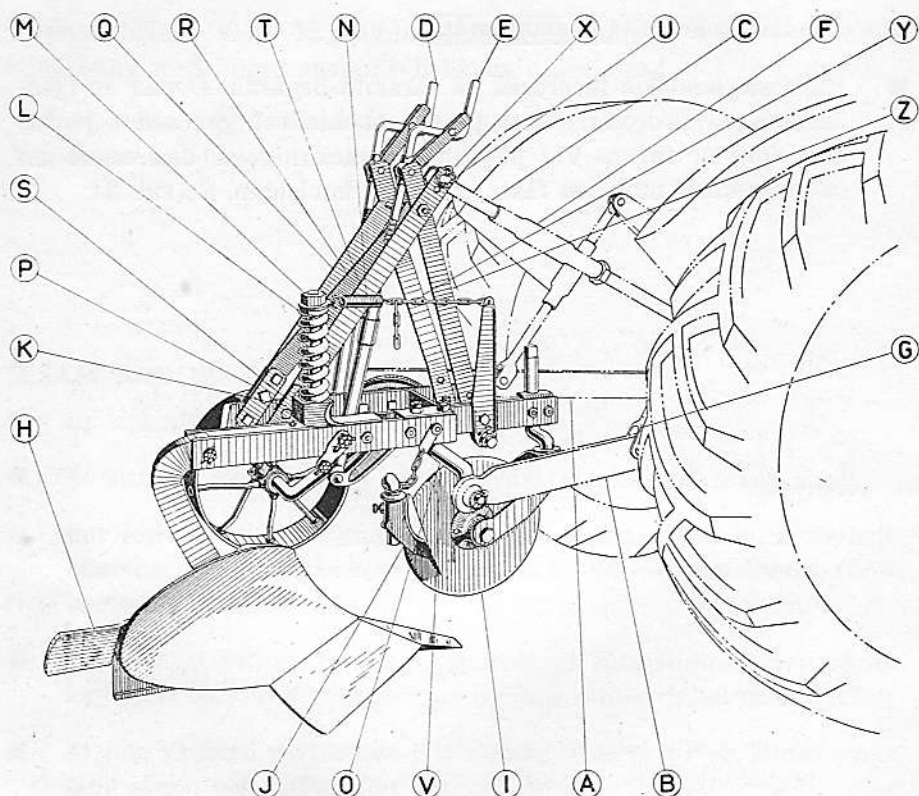

Fig. 1
Inställning (Bokstäverna i marginalen hänvisa till fig. 1).
P O fig. 1. SKARVJÄRNEN BSL-98½, P fig. 1, äro placerade på
S T SKARVJÄRNET BSB-100½, S fig. 1, på BAKRE STÖTTAN T.
Traktorns tryckstång, C fig. 1, anslutes till toppen med en bult
- V BRM-410 med 28 mm axeltappar, V fig. 1. Skarvjärnen BSL-98½, P fig. 1, äro placerade på toppens bakre stötta Q och mellanstötta R samt skarvjärnet BSB-100½, S fig. 1, på bakre stöttan T. Traktorns tryckstång, C fig. 1, anslutes till toppen
Sesam Junior B 2 passar bl. a. till traktorn Volvo T-31. Den är monterad med bäraxeln BRM-410 A med 28 mm axeltappar, V fig. 1. Skarvjärnen BSL-98½ äro här placerade på toppens
- Y Z FRÄMRE STÖTTOR, Y och Z fig. 1. Traktorns tryckstång, C fig. 1, anslutes till toppen med en bult genom nedre hålen U.
Sesam Junior C 1 passar bl. a. till traktorerna Volvo T-22, Munk-tell BM-10, samt Renault R 3042. Den är monterad med bäraxeln BRL-410 med 22 mm axeltappar, O fig. 1. Skarvjärnen BSL-98½ äro här placerade på toppens främre stöttor, Y och Z fig. 1. Traktorns tryckstång, C fig. 1, anslutes till toppen med en bult genom nedre hålen U.
Sesam Junior A 1 ändras till B 1 genom anskaffande av ny bäraxel BRM-410 med 28 mm axeltappar samt brickan 59 fig. 10, vilken placeras på insidan av bakre stöttan, T fig. 1.
A 1 ändras till B 2 genom att flytta båda skarvjärnen BSL-98½ från bakre stöttan Q och mellanstöttan R till främre stöttorna, Y och Z fig. 1. Dessutom anskaffas ny bäraxel BRM-410 A med 28 mm axeltappar, 1 st. bult S6S-½"×40 och 2 st. bult S6S-⅝"×40, båda med muttrar och fjäderbrickor. Skarvjärnet BSB-100½, S fig. 1, blir då obehövt.
A 1 ändras till C 1 genom att flytta båda skarvjärnen BSL-98½ från bakre stöttan Q och mellanstöttan R till främre stöttorna, Y och Z fig. 1. Dessutom anskaffas 1 st. bult S6S-½"×40 och 2 st. bult S6S-⅝"×40, båda med muttrar och fjäderbrickor. Skarvjärnet BSB-100½, S fig. 1, blir då obehövt.
B 1 ändras till B 2 genom att flytta båda skarvjärnen BSL-98½ från bakre stöttan Q och mellanstöttan R till främre stöttorna, Y och Z fig. 1. Dessutom anskaffas ny bäraxel BRM-410 A, 1 st. bult S6S-½"×40 och 2 st. bult S6S-⅝"×40, båda med muttrar och fjäderbrickor. Brickan 59, fig. 10, och skarvjärnet BSB-100½, S fig. 1, bliva då obehövliga.
B 1 ändras till C 1 genom att flytta båda skarvjärnen BSL-98½ från bakre stöttan Q och mellanstöttan R till främre stöttorna, Y och Z fig. 1. Dessutom anskaffas ny bäraxel BRL-410 med 22 mm axeltappar, 1 st. bult S6S-½"×40 och 2 st. bult S6S-⅝"×40, båda med muttrar och fjäderbrickor. Brickan 59, fig. 10, och skarvjärnet BSB-100½, S fig. 1, bliva då obehövliga.
Sesam Junior B 2 ändras till A 1 genom att flytta båda skarvjärnen BSL-98½ från främre stöttorna Y och Z till bakre stöttan Q och mellanstöttan R, fig. 1. Dessutom anskaffas 1 st. skarvjärn BSB-100½, vilket monteras på bakre stöttan T, fig. 1, ny bäraxel BRL-410 med 22 mm axeltappar, 1 st. bult 44, 1 st. 47 och 1 st. 48, fig. 10.
B 2 ändras till B 1 genom att flytta båda skarvjärnen BSL-98½ från främre stöttorna Y och Z till bakre stöttan Q och mellanstöttan R, fig. 1. Dessutom anskaffas ny bäraxel BRM-410, 1 st. skarvjärn BSB-100½, vilket monteras på bakre stöttan T, fig. 1, 1 st. bricka 61, fig. 12, vilken placeras på insidan av bakre stöttan T, fig. 1, 1 st. bult 44, 1 st. 47 och 1 st. 48, fig. 10.
Sesam Junior C 1 ändras till A 1 genom att flytta båda skarvjärnen BSL-98½ från främre stöttorna Y och Z till bakre stöttan Q och mellanstöttan R, fig. 1. Dessutom anskaffas 1 st. skarvjärn BSB-100½, vilket monteras på bakre stöttan T, fig. 1, 1 st. bult 44, 1 st. 47 och 1 st. 48, fig. 10.
C 1 ändras till B 1 genom att flytta båda skarvjärnen BSL-98½ från främre stöttorna Y och Z till bakre stöttan Q och mellanstöttan R, fig. 1. Dessutom anskaffas 1 st. skarvjärn BSB-100½, vilket monteras på bakre stöttan T, fig. 1, ny bäraxel BRM-410 med 28 mm
axeltappar, brickan 59, fig. 10, vilken placeras på insidan av bakre stöttan T, fig. 1, 1 st. bult 44, 1 st. 47 och 1 st. 48, fig. 10.